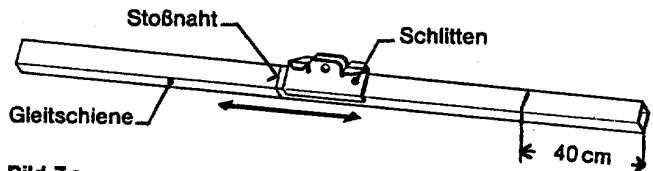

Bild 7c
5.3.c) Bitte beachten Sie, daß der Schlitten leicht gängig über die Stoßnaht der beiden Gleitschienen gleitet (Bild 7c).